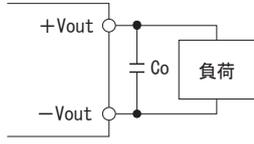

図2.1 出力側外付けコンデンサ接続方法
■TECSシリーズは基本的に出力側外付けコンデンサは不要ですが、出力コンデンサを接続することでリップル電圧の低減や出力電圧変動を改善することができます。接続方法を図2.1に示します。